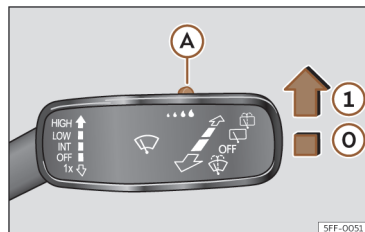

Fig. 104 Palanca del limpiaparabrisas: ajustar el sensor de lluvia (A).
>>> **fig. 104.**
- ① Sensor de lluvia activo; barrido automático si es necesario.
Tras desconectar el encendido y volver a conectarlo, el sensor de lluvia permanece activado y funciona de nuevo cuando el limpiaparabrisas está en la posición >>> fig. 104 ① y se circula a más de 16 km/h (10 mph).